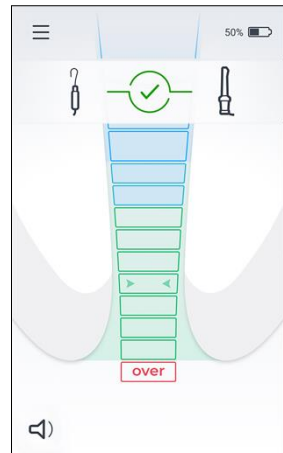

Fig. 4
3. O  ícone de “Teste de conexão” do cabo deve aparecer na tela – consulte a Fig. 4.